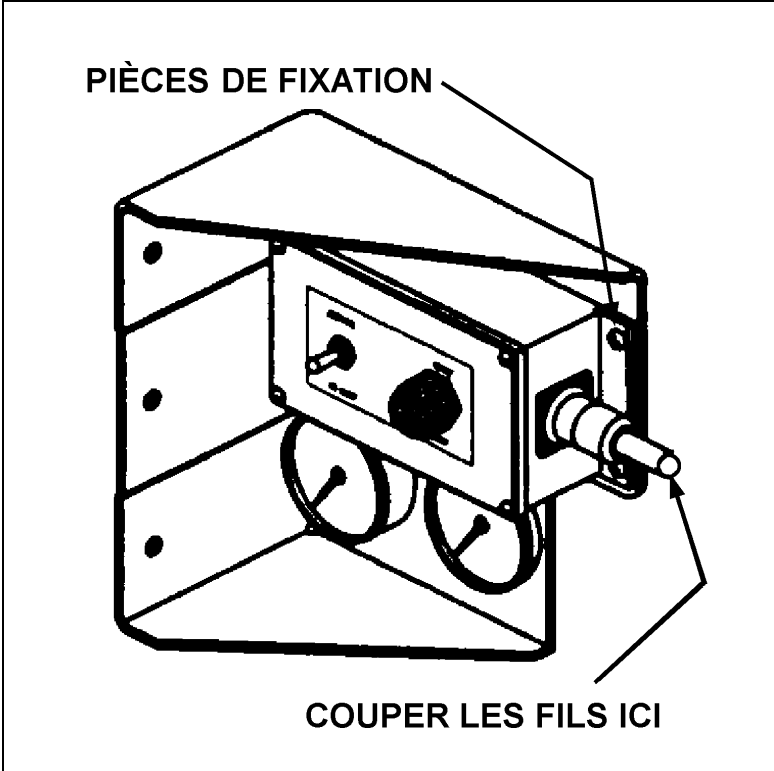

FIGURE 2 : BOÎTE DE DÉMARRAGE ARRIÈRE
2. Couper les fils le plus près possible du connecteur d'entrée de la boîte de démarrage arrière (voir fig. 2).